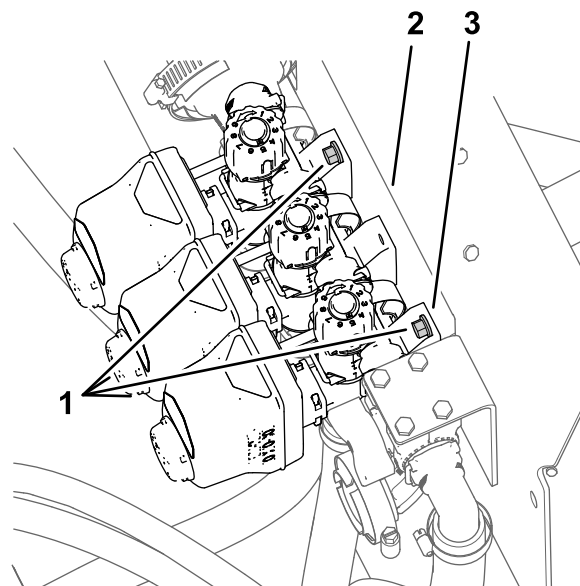

Рисунок 33
1. Ослабьте затяжку 4 болтов с фланцевыми головками (1/4 x 3/4 дюйма) и 4 фланцевых контргаяк (1/4 дюйма), которые крепят 3 клапана секций к креплению коллектора (Рисунок 33).